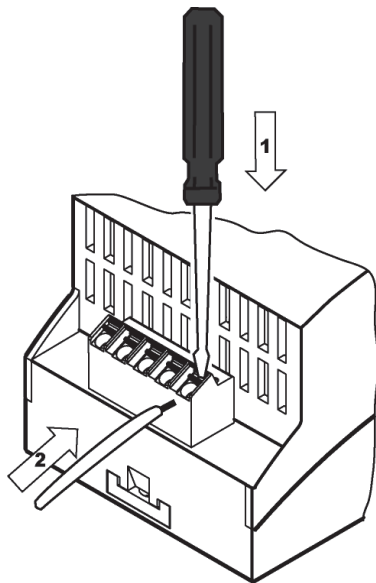

Рисунок 5.4 – Подключение провода к клемме
- отверткой нажимается подвижный элемент на клеммнике (см. рисунок 5.4);